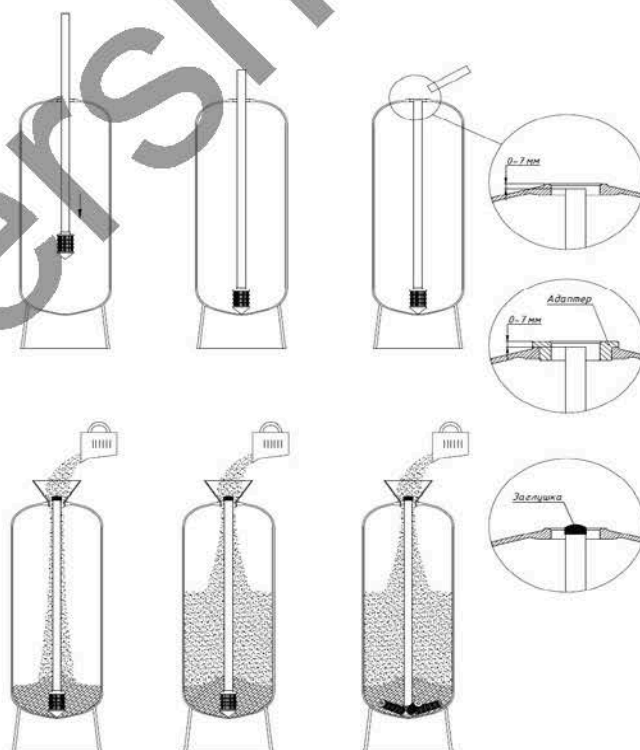

РИС.3 СХЕМА СБОРКИ ФИЛЬТРА
3. Отмерить и отрезать лишнюю часть дистрибьютора как показано на **Рис. 3**.